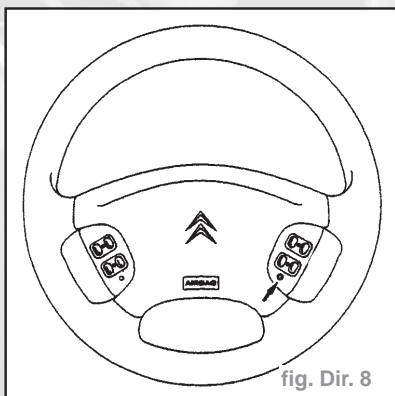

fig. Dir. 8
- Ce témoin est situé sur le volant (fig. Dir. 8).